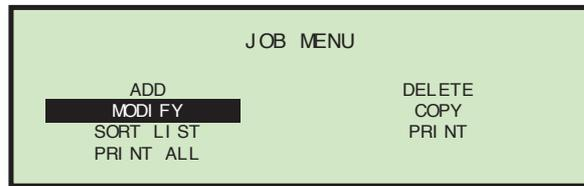

ABBILDUNG 25: Bildschirm Menü Arbeitsvorgang
- 1 Wählen Sie im Arbeitsmenü (Abbildung 25) **ADD (HINZUFÜGEN)** aus und drücken Sie auf **Enter (Eingabe)**. Der Bildschirm **RENAME JOB (ARBEITSVORGANG UMBENENNEN)** erscheint wie dargestellt.
- 1 Wählen Sie auf dem Bildschirm Arbeitsmenü (Abbildung 25) **DELETE (LÖSCHEN)** aus. Der Bildschirm **SELECT JOB TO DELETE (ARBEITSVORGANG ZUM LÖSCHEN AUSWÄHLEN)** erscheint wie dargestellt.
- 1 Wählen Sie auf dem Bildschirm Arbeitsmenü (Abbildung 25) **MODIFY (ÄNDERN)** aus. Es erscheint der Bildschirm **SELECT JOB TO MODIFY (ZU ÄNDERNDEN ARBEITSVORGANG AUSWÄHLEN)**.